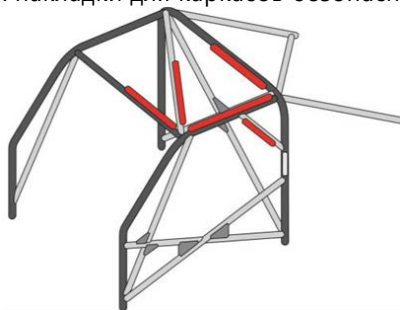

Рис.5.
3.4.2. В местах, где шлем пилота может контактировать с каркасом безопасности, предписывается в соответствии со Статьей 253.8. 3.5 Приложения J к МСК установка защитных накладок, удовлетворяющих стандарту FIA 8857-2001 тип А (См. технический лист №23 «Омологированные FIA накладки для каркасов безопасности») Рис.5.